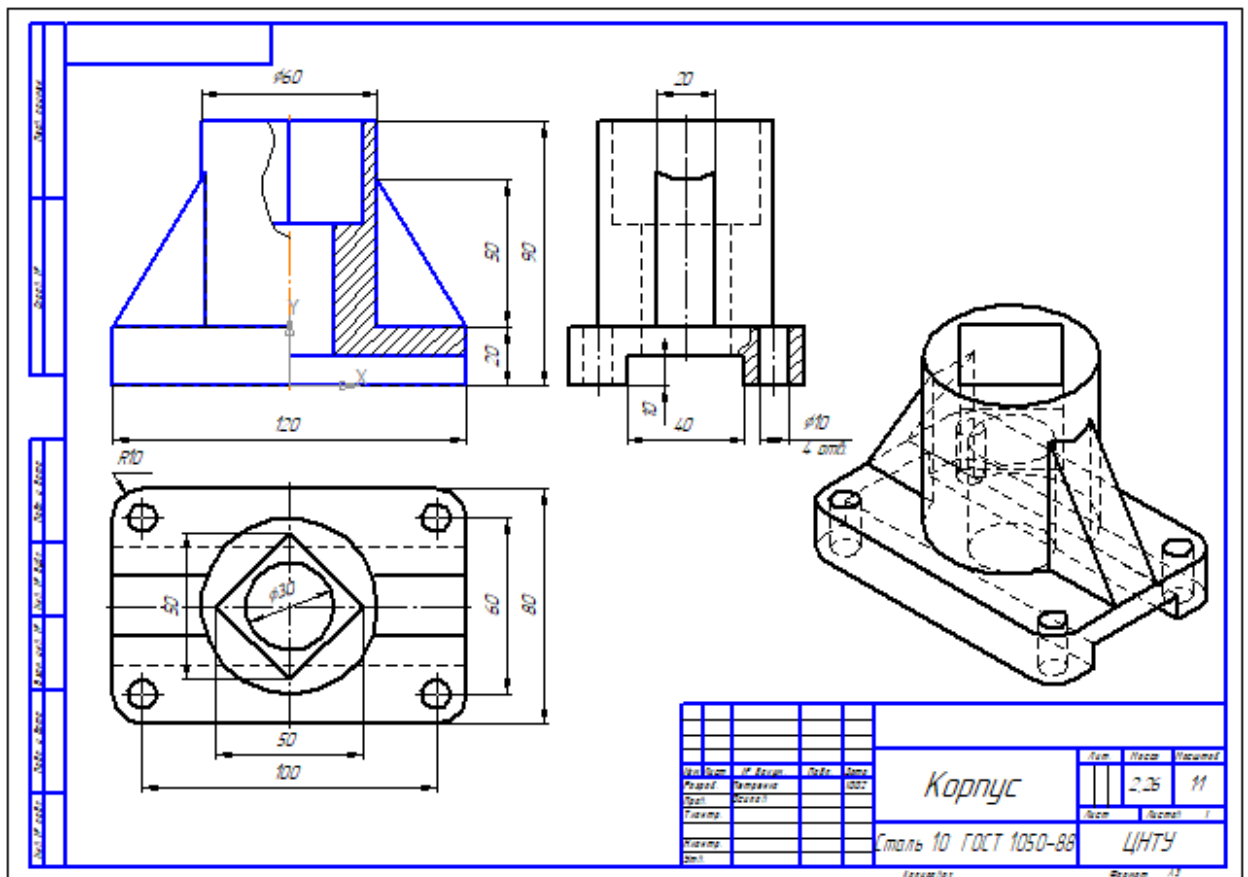

Рис. 8.1
Виконаємо три види та ізометрію деталі, на головному виді поєднаємо половину виду та половину розрізу (рис. 8.1).
20. На вигляді спереду виконаємо фронтальний розріз, поєднавши половину виду і половину розрізу. Провести в центрі осьову лінію. На половині виду видалити невидимі лінії, на половині розрізу штрихові лінії зробити видимими. Лінію ребра жорсткості перенести на бічний край циліндра. Виконати штриховку, нанести розміри, заповнити основний напис, зберегти креслення (рис. 8.1).